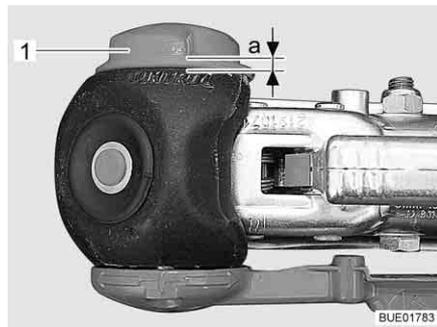

Fig. 197 Controllo usura
- Ruotare completamente la manovella (Fig. 197,1) finché non si sente la limitazione delle coppia grattare in modo percepibile. Direzione di rotazione: in senso orario.
- Distanza  $a > 0$  (Fig. 197): Usura all'interno del settore ammesso.